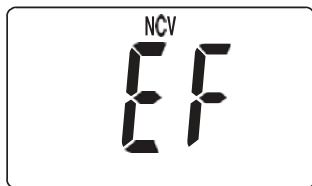

Abb.3
1. Stellen Sie den Drehschalter in die Position NCV. Das Display zeigt „EF“ an (siehe Abbildung 3).